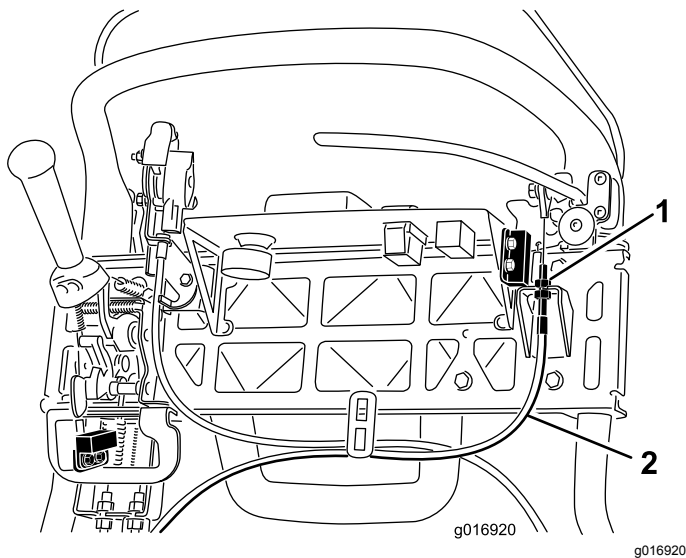

Figura 43
3. Para aumentar la tensión del cable, afloje la contratuerca superior del cable y apriete la contratuerca inferior (Figura 43) hasta que se requiera una fuerza de 156 N aplicada a la palanca de freno para quitar el seguro del freno de estacionamiento.